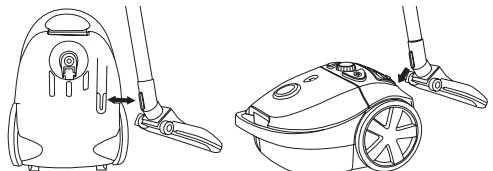

Figura 6
- Coloque la aspiradora en posición vertical. La aspiradora trae por debajo, junto a la rueda frontal, una abertura para introducir el elemento donde se fijan los accesorios (véase la figura 6). Introduzca la parte inferior del elemento en el orificio. Así puede guardar fácilmente la aspiradora y volverla a utilizar sin tener que desensamblar las partes.